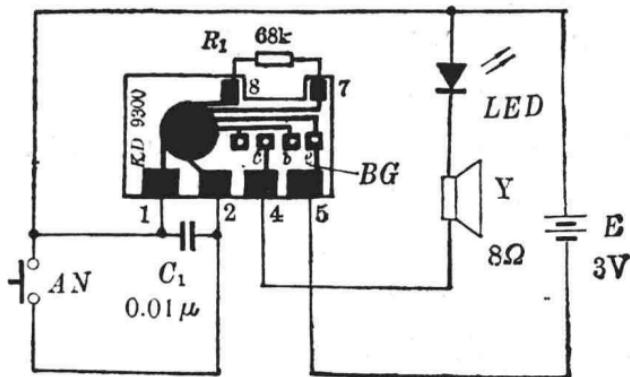

图 1-4
声光音乐门铃电路见图 1-4，它只是在扬声器 Y 回路里同相接入一个红色发光二极管 LED。当按一下门铃按钮 AN，音乐集成块 IC 的触发端 ② 脚获得正脉冲信号，IC 即输出一曲音乐信号，经三极管 BG 放大，就驱动扬声器 Y 发声、LED 发光。